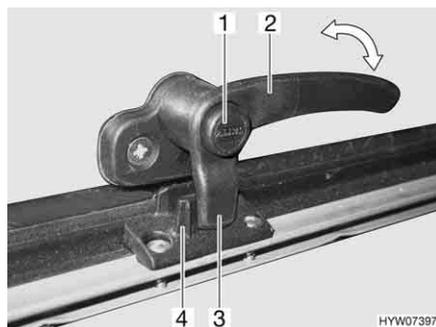
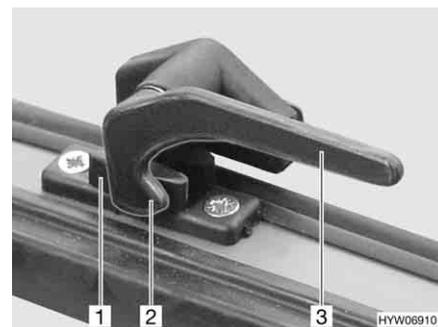

Fig. 66 Levier de verrouillage avec bouton de sécurité en position "Fermé"
Fig. 67 Levier de verrouillage en position "Fermé"
- S'il existe, appuyer sur le bouton de sécurité (Fig. 66,1) et le maintenir enfoncé.
- Tourner le levier de verrouillage (Fig. 66,2 ou Fig. 67,3) d'un quart de tour vers le centre de la fenêtre.
- Tourner le levier de verrouillage (Fig. 66,2 ou Fig. 67,3) d'un quart de tour vers le cadre de la fenêtre. Le tenon de verrouillage (Fig. 66,3 ou Fig. 67,2) du levier de verrouillage repose complètement sur le côté intérieur du verrouillage de fenêtre (Fig. 66,4 ou Fig. 67,1).
- En position "Fermé" (Fig. 66 et Fig. 67)